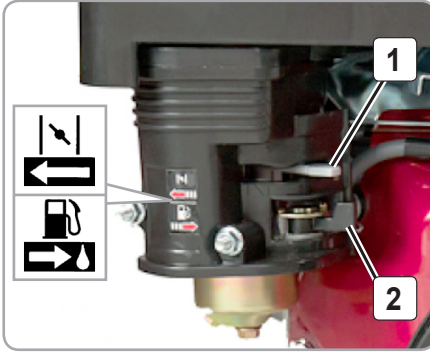

Fig.10
- Rotiți întrerupătorului motorului pe poziția POR-NIT (fig.10).